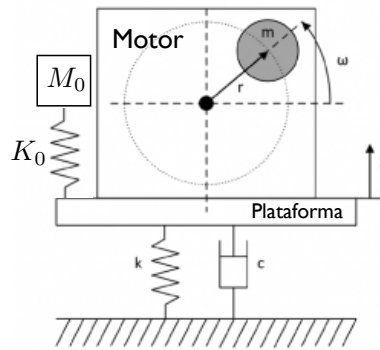

FIGURA 1. Motor desbalanceado e sistema massa-mola para atenuação de vibração.
- 2) Para atenuar a vibração produzida pela rotação do motor, queremos projetar um sistema massa-mola a ser afixado à plataforma conforme mostrado na Figura 1.